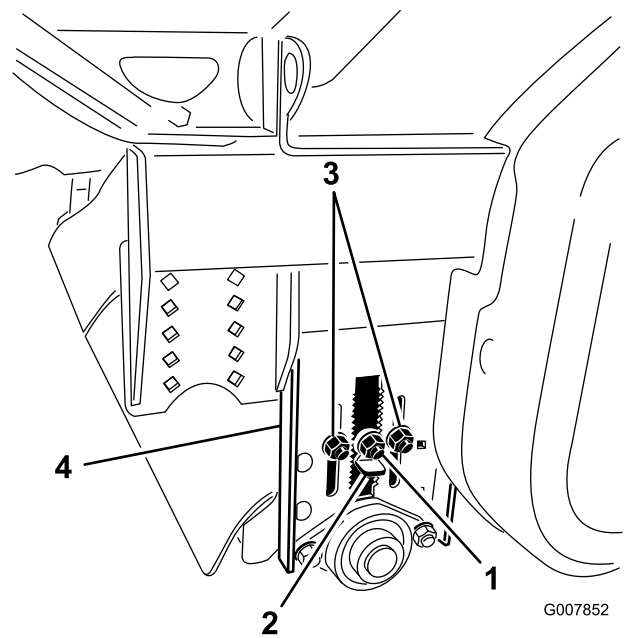

Figura 30
- Prima di livellare il processore core, accertatevi che la spazzola e l'altezza del rullo posteriore siano regolate all'altezza di taglio corretta (Figura 30). Se il processore core è dotato di una spazzola nuova, consultate la tabella delle regolazioni del rullo posteriore per impostare il rullo posteriore all'altezza corretta di taglio dell'erba.